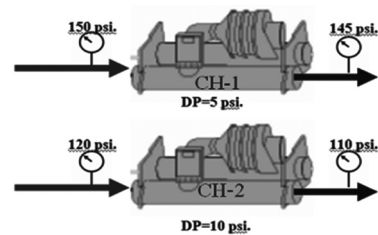

Figure4
ใน Figure 4 เป็นเครื่อง chiller 2 เครื่องที่เหมือนกันทุกประการ ความดันน้ำ (Pressure) ก่อนเข้าเครื่องไม่เท่ากัน ไม่ได้หมายความว่าเครื่องที่มีความดันเข้า(Inlet pressure)สูงจะมี Flow มากกว่า ต้องดูที่ความดันตกคร่อม หรือ Pressure Drop (PD) เครื่องที่มี PD สูงกว่าย่อมมี Flow ที่มากกว่า หากรู้ Flow ของเครื่องใดเครื่องหนึ่ง ย่อมหาสมการได้ เพราะค่า K เท่ากัน